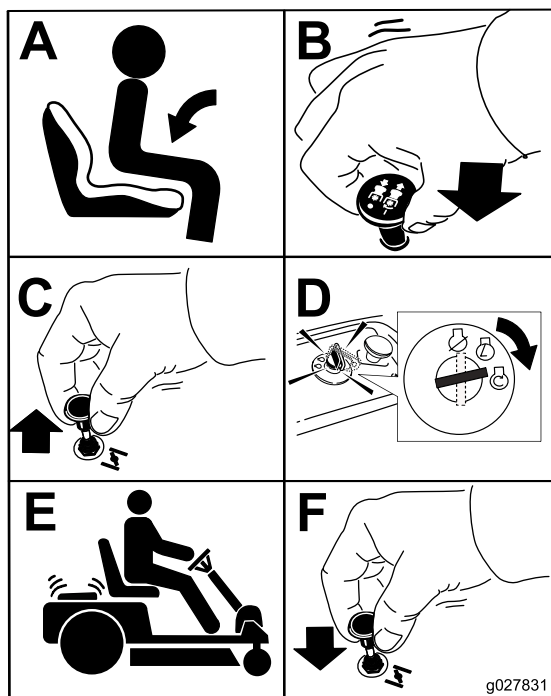

Figura 26
1. Desengate as lâminas através da deslocação do interruptor de controlo das lâminas na posição DESLIGAR (Figura 26).